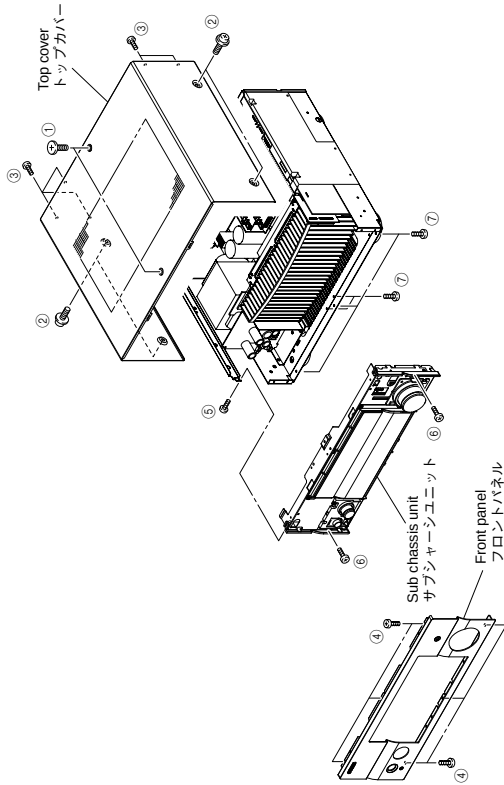

Fig. 1
(Fig. 1)
b. Slide the top cover rearward to remove it. (Fig. 1)
a. ①のネジ2本、②のネジ4本、③のネジ5本を外します。
forward. (Fig. 1)
④のネジ6本を外し、フロントパネルを前方に外します。(Fig. 1)
c. Remove the sub chassis unit forward. (Fig. 1)
a. ⑤のネジ1本、⑥のネジ2本、⑦のネジ5本を外します。
c. サブシャーシユニットを前方に取り外します。(Fig. 1)